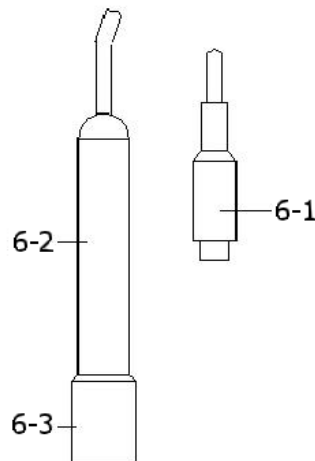

Fig. 3
- 1) Préparez la sonde de conductivité (optionnelle, CDPB-03), installez la "Prise de la sonde" (6-1, Fig. 3) dans le connecteur "CD" (3-15, Fig. 1).
- 3) Tenez le manche de la sonde (6-2, Fig. 3) d'une main et introduisez totalement la "tête du capteur" (6-3, Fig. 3) dans la solution à mesurer. Bougez la sonde pour laisser la bulle d'air interne sortir de la tête du capteur.
- 2) Installez la "prise de la sonde" (6-1, Fig. 3) dans le connecteur "CD" (3-15, Fig. 1).
- 4) Tenez le "Manche de la sonde" (6-2, Fig. 3) d'une main et introduisez complètement la "tête du capteur" (6-3, Fig. 3) dans la solution à mesurer. Bougez la sonde jusqu'à ce que la bulle d'air interne sorte de la tête du capteur. Les valeurs de conductivité mS (uS) apparaissent sur l'écran.